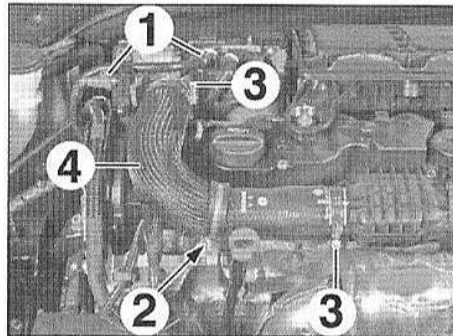
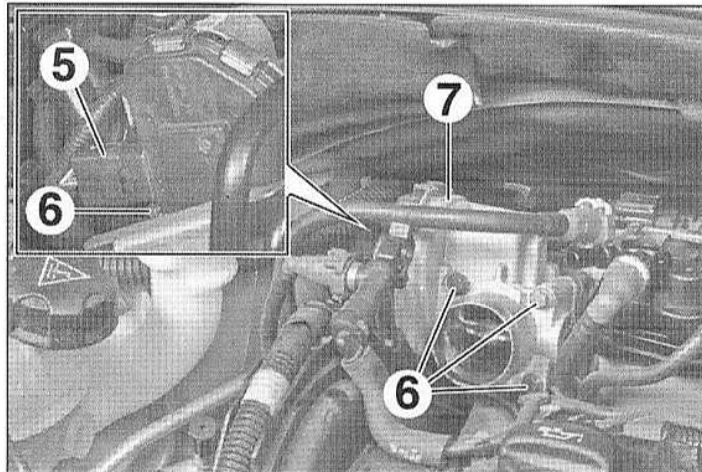

FIG.81
FIG.82
- Débrancher et écarter les canalisations de carburant (Fig.81).
- Déposer l'écrou (2).
- Desserrer les colliers (3) et déposer le conduit d'air (4).
- Débrancher le connecteur (5) (Fig.82).
- les vis (6),
- le papillon motorisé (7).